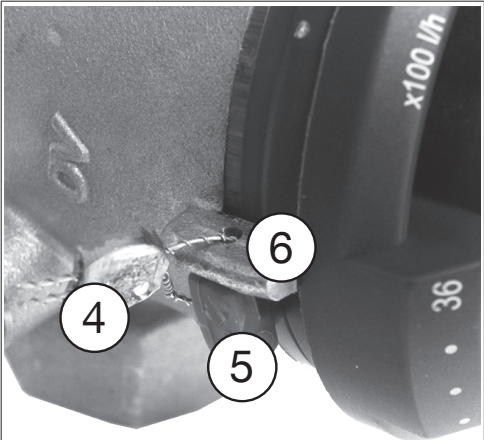

Fig. 12: Protection du préréglage
- Démonter la bague de blocage (3).
- Pousser la poignée manuelle (2) et la tourner jusqu'à ce que le marquage de la valeur de consigne (1) se trouve en face de la valeur de débit souhaitée (maintenant la poignée manuelle enclenche dans la denture).
- Remonter la bague de blocage (3).
En option, la bague de blocage (5) peut être plombée au marquage de la valeur de consigne (6) à l'aide du jeu de plombage (4) (accessoire, réf. 1089091) (voir Fig. 12).